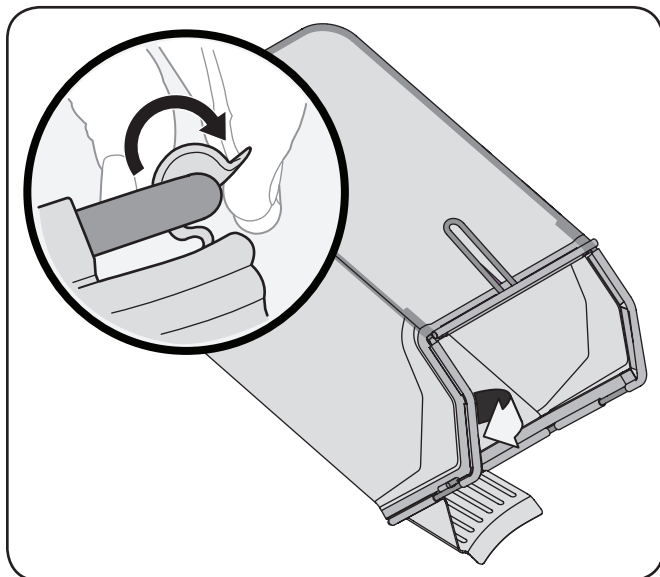

Figure 3-7
- b. Repliez le rebord en plastique du sac à herbe sur les crochets du support. Voir Figure 3-7.